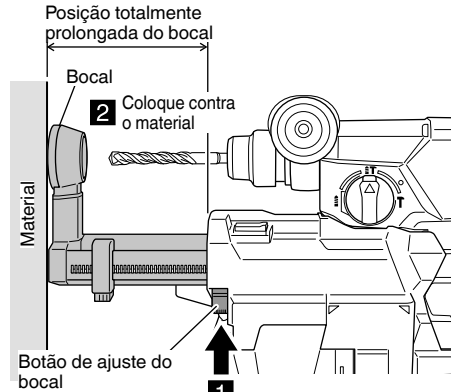

Fig. 5
- (1) Prima o botão de ajuste da posição do bocal e assegure-se de que o bocal está na posição totalmente prolongada. (Fig. 5)
- (2) Enquanto segura a ferramenta de forma a que o interruptor não seja pressionado, coloque o bocal contra o material a ser perfurado. (Fig. 5)